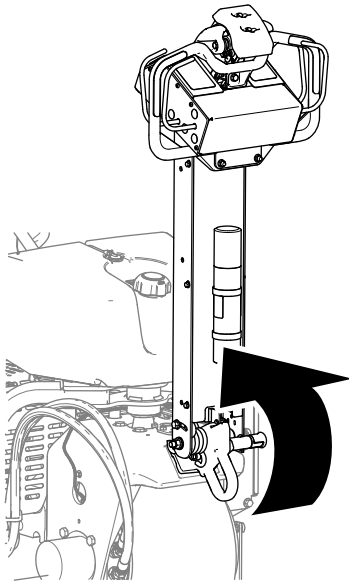

Bild 72
1. Heben Sie den Lenker vollständig an, um die Feststellbremse zu aktivieren (Bild 72).